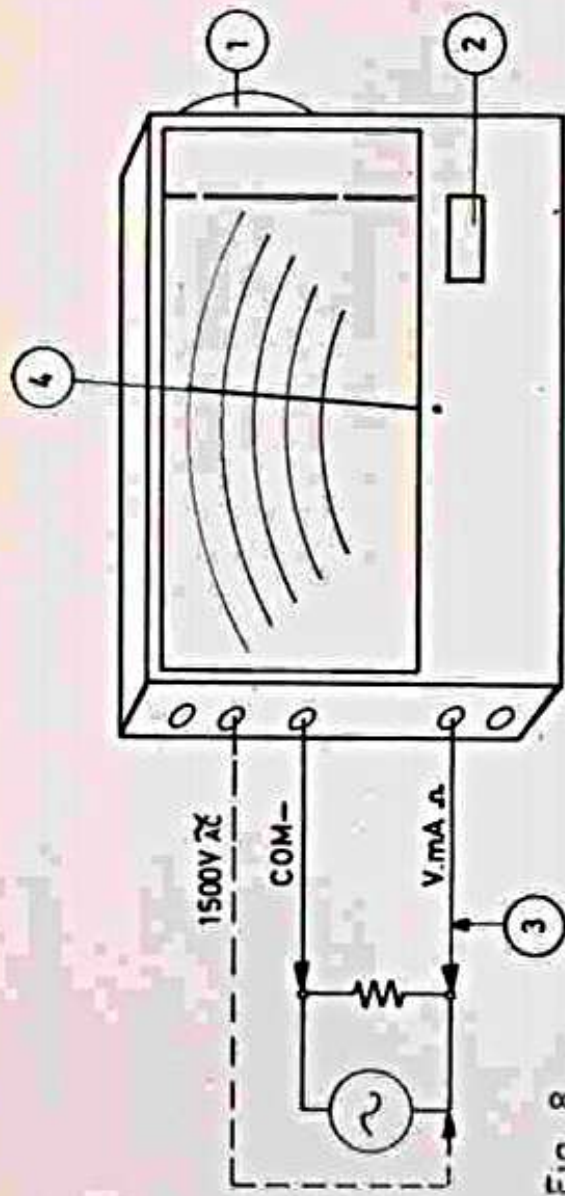

Fig. 8
- Agir sur le sélecteur latéral (1) pour afficher le calibre désiré dans la fenêtre (2).
- Brancher les cordons de mesure (3) comme indiqué figure 8, le sens de branchement étant indifférent (les douilles de mesure sont rappelées sur le cadran).
- Lire la valeur mesurée (4) selon les instructions du tableau ci-après :